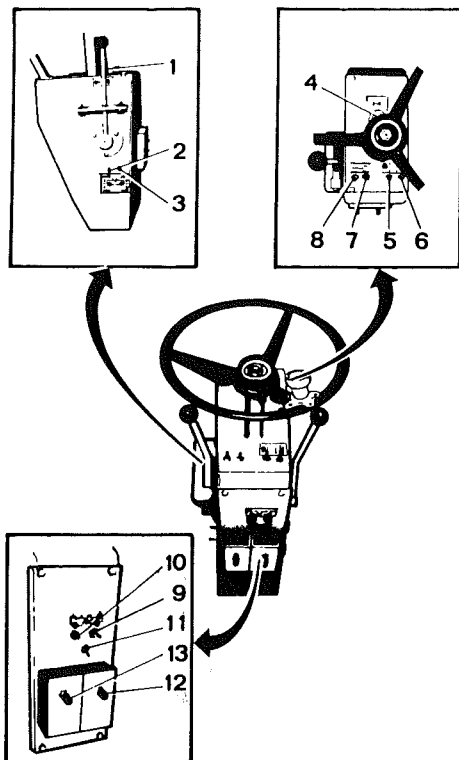

Abb. 16 Fahrerplatz - Bedienungsorgane
Die Amplitude der Bandagen kann mit den Schaltern (2) und (3), Abb. 16, getrennt eingeschaltet werden. Hierdurch kann mit unterschiedlichen Amplituden, d.h. hoch vorn - niedrig hinten oder umgekehrt, gearbeitet werden.